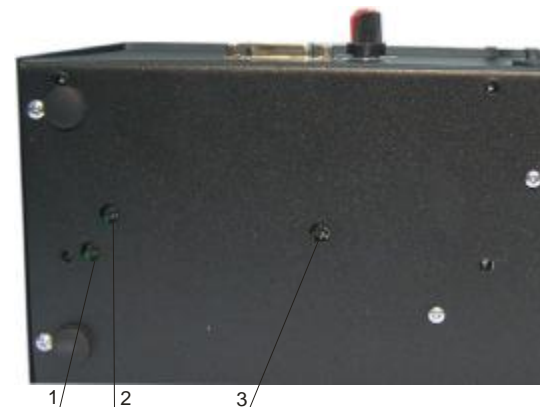

Рис.4. Регулировочные элементы ПГС-5-6М
Простой вид ремонта может быть выполнен на рабочем месте без вскрытия изделия. К такому виду ремонта можно отнести замену перегоревшего предохранителя, а также выполнения подстройки резисторами, к которым есть доступ с нижней стороны основания (см. Рис.4).
2.3.2. Дополнительные регулировки ПГС-5-6У, расположенные на основании, представлены на рис.4.